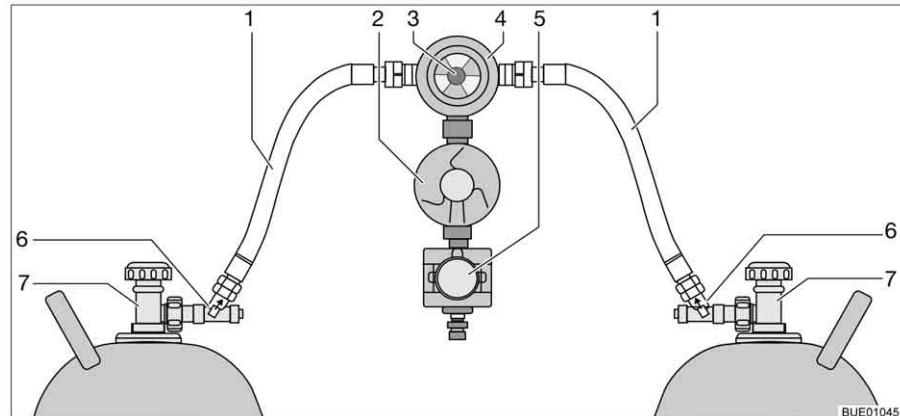

Bild 110 Crash-Protection-Unit-omkopplingsenhet
Crash-Protection-Unit består av två genomflödesbegränsare med manuell frigöring (Bild 110,6), en omkopplingsventil (Bild 110,4) med tryckregulator (Bild 110,2), en elventil (Bild 110,5) och kontrollenheten med trefärgad lysdiod. Omkopplingsventilen är monterad mellan de båda gaslangarna (Bild 110,1).
Med vredet (Bild 110,3) på omkopplingsventilen ställer du in vilken gasflaska som ska användas som driftflaska och vilken som ska användas som reservflaska.
Med kontrollenheten (Bild 111) kan endast de elektriska funktionerna styras. Gasflaskornas huvudavstängningsventiler (Bild 110,7) och frigöringarna (Bild 110,6) måste öppnas för hand.
- Öppna huvudavstängningsventilerna på gasflaskorna (Bild 110,7).
- Tryck in frigöringarna (Bild 110,6) i tio sekunder efter varandra.
- Med vredet (Bild 110,3) på omkopplingsventilen (Bild 110,4) väljs gasflaskan, som ska prioriteras (driftflaska).
- Stäng huvudavstängningsventilerna på gasflaskorna (Bild 110,7).